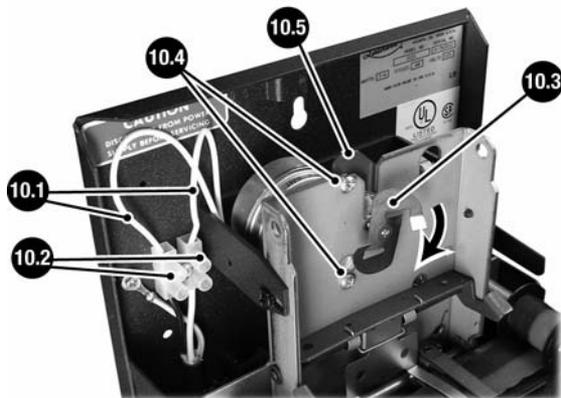

**Figure 9**
3. Pour trouver les piles, faites glisser le compartiment des piles au bas de l'horloge vers l'extérieur (en avant) et en l'abaissant (voir la Figure 9).